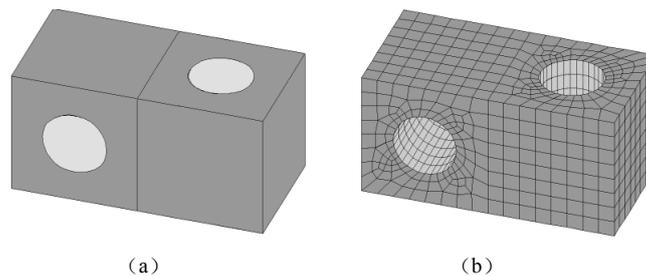

图 5-65 对相连体的扫掠网格划分
2) **【Sweep】**：执行扫掠网格划分。如果选择**【Auto select source and target areas】**则只需要选择要划分网格的实体模型并确认即可自动扫掠网格模型。如果设置为人工指定源面和目标面，则首先选定要划分网格的实体模型，然后依次指定源面和目标面，确认后生成扫掠网格模型，如图 5-65 所示。图 5-65 (a) 是包含两相邻体模型，由于模型的几何形状，必须将体按不同方向进行扫掠，扫掠后的网格如图 5-65 (b) 所示。